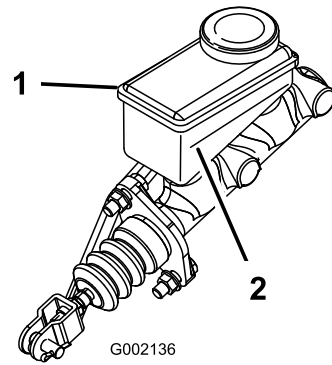

Figura 54
2. Gire el embrague secundario (Figura 54) para ver si rota libremente en la posición de PUNTO MUERTO.
4. Gire el embrague secundario (Figura 54) para ver si hace girar las ruedas traseras.
6. Gire el embrague secundario (Figura 54) para ver si hace girar las ruedas traseras.
2. Mire el nivel de aceite en el lateral del depósito (Figura 54).
- B. Añada líquido de frenos DOT 3 al depósito hasta que el nivel esté por encima de la línea Mínimo (Figura 54).